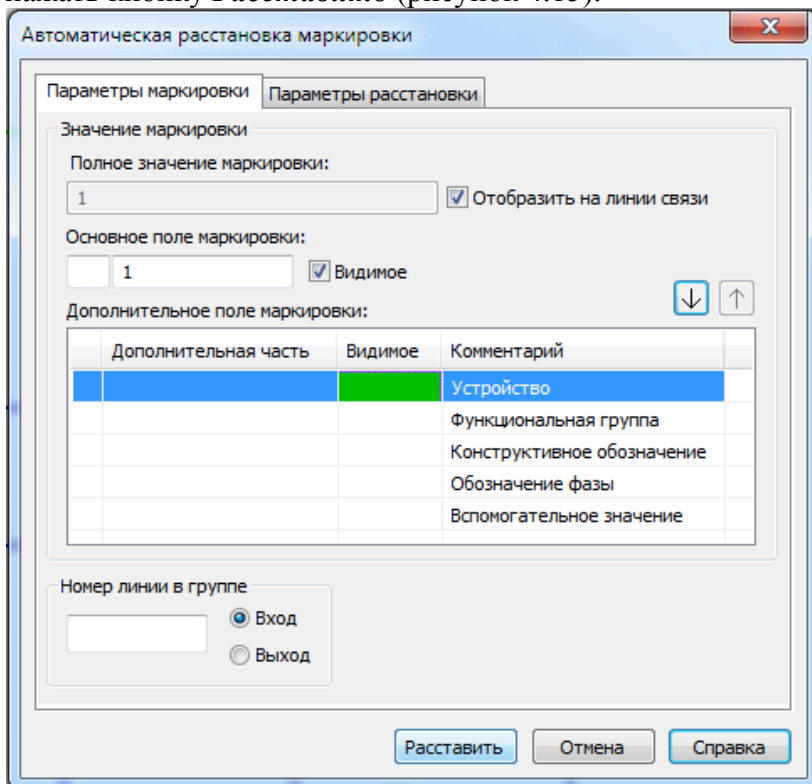

Рисунок 4.15
- нажать кнопку **Расставить** (рисунок 4.15).